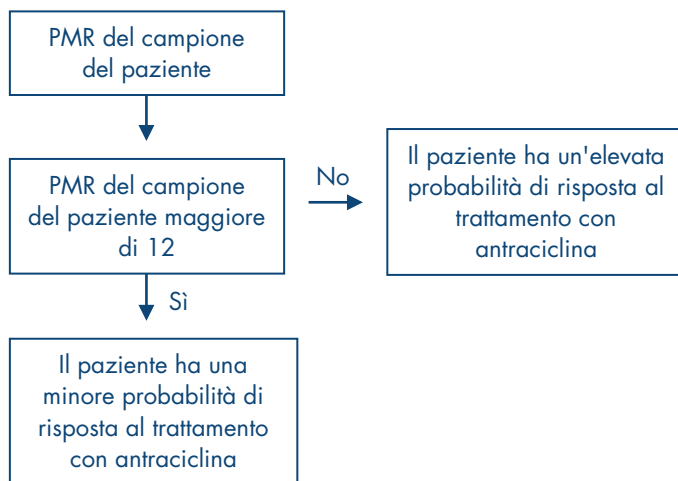

Figura 16. Interpretazione dei risultati di PMR di campioni dei pazienti per il kit *therascreen* PITX2 RGQ PCR.
riguardo alla probabilità di risposta del paziente alla chemioterapia basata su antraciclina. Se il valore di PMR ottenuto è pari o inferiore a 12, è probabile che il paziente risponda alla chemioterapia basata su antraciclina. Se viceversa il valore di PMR ottenuto è superiore a 12, si potrebbe proporre un trattamento alternativo, in quanto la probabilità che il paziente risponda alla chemioterapia basata su antraciclina è minore (Figura 16).
* L'interpretazione dei risultati di PMR validi del campione di analisi è stata illustrata precedentemente (vedere la Figura 16).